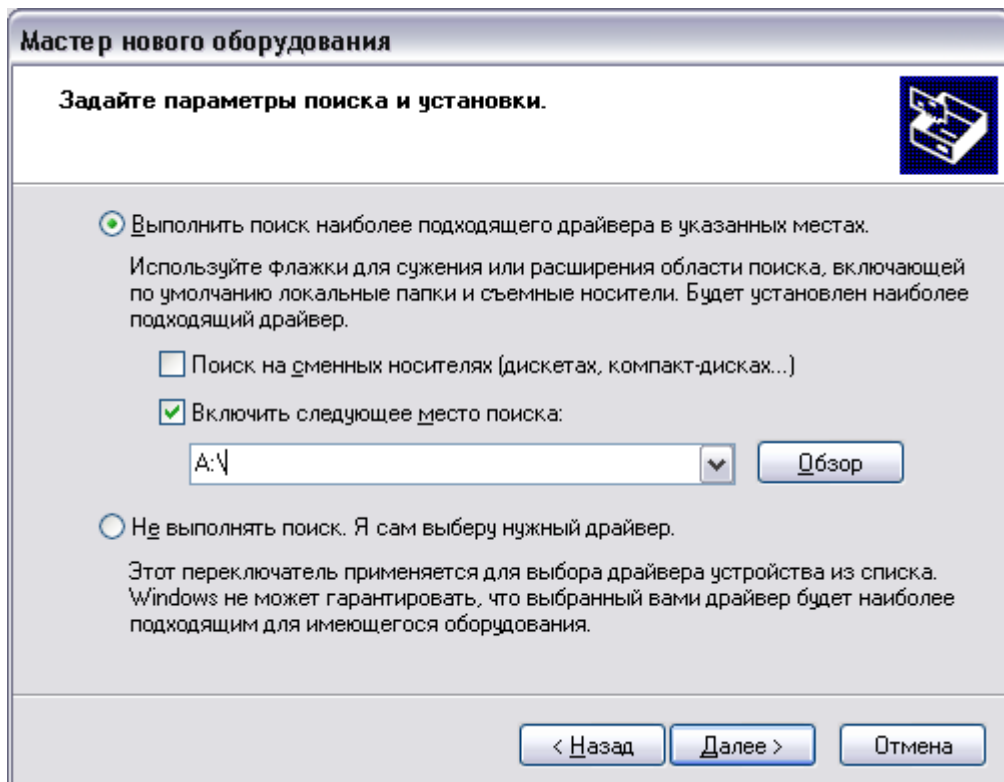

Рисунок 13.
7. Выбрать пункт «Выполнить поиск наиболее подходящего драйвера в указанных местах», установить галочку «Включить следующее место поиска» (Рисунок 13) и нажать кнопку «Обзор».